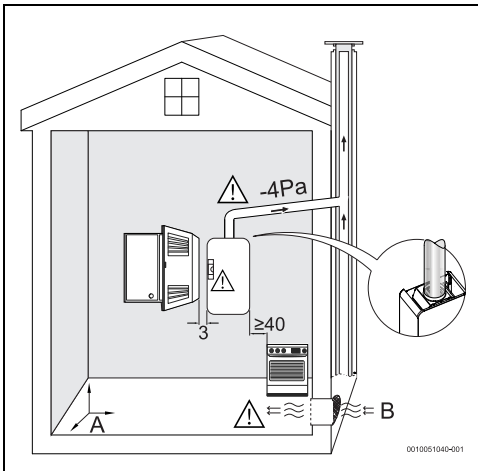

Bild 10 Mindestanforderungen
- ▶ Die in Bild 10 angegebenen Mindestabstände einhalten.
- ▶ Stellen Sie das Gerät nicht in Räumen auf, deren Volumen geringer ist als in der Abb. 10 angegeben (Das Volumen der Möbel muss nur dann berücksichtigt werden, wenn es 2 m³ überschreitet).
- ▶ Freien Zugang für Wartungsarbeiten sicherstellen und hierfür die in Abbildung 10 angegebenen Mindestanforderungen einhalten.